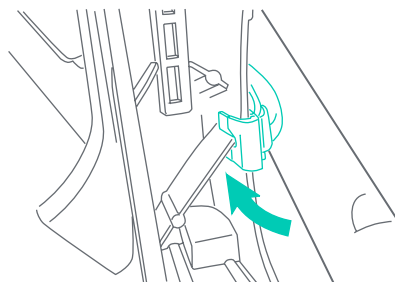

Fig. 22c
- Asegúrese de que la ranura del gancho de anclaje se desliza por debajo la división lateral (Fig. 22c).